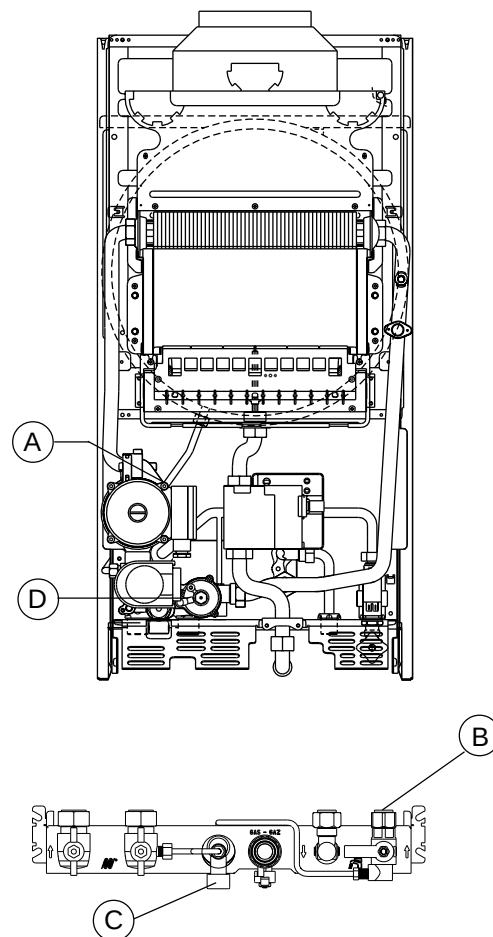

Fig. 4.16
- agir sur le levier de la soupape de sécurité (D sur la figure 4.16) ou dévisser légèrement la petite vanne de vidange placée sous le pressostat eau (clé plate de 11 à glisser par le dessous), l'eau s'écoulera par le petit tube plastique.
entre 0,6 et 1,5 bar (fig. 4.16 et 4.17). Après remplissage, refermer le robinet (C) et placer le robinet (B) sur la position "ouvert" (manette vers le haut)